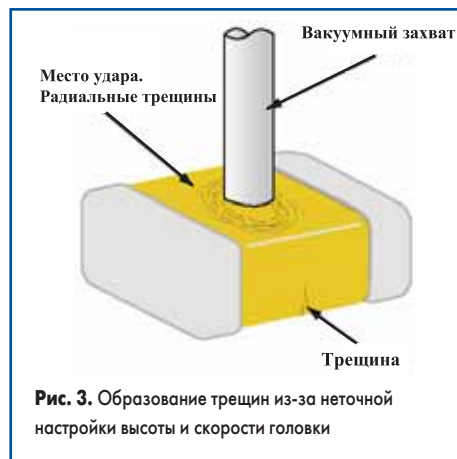

Рис. 3. Образование трещин из-за неточной настройки высоты и скорости головки
- **повреждение компонентов при монтаже из-за неуправляемого усилия головки.** Большинство современных автоматов при установке компонентов не позволяет управлять усилием и скоростью головки. По этой причине при монтаже повреждаются малые чипы (рис. 3).